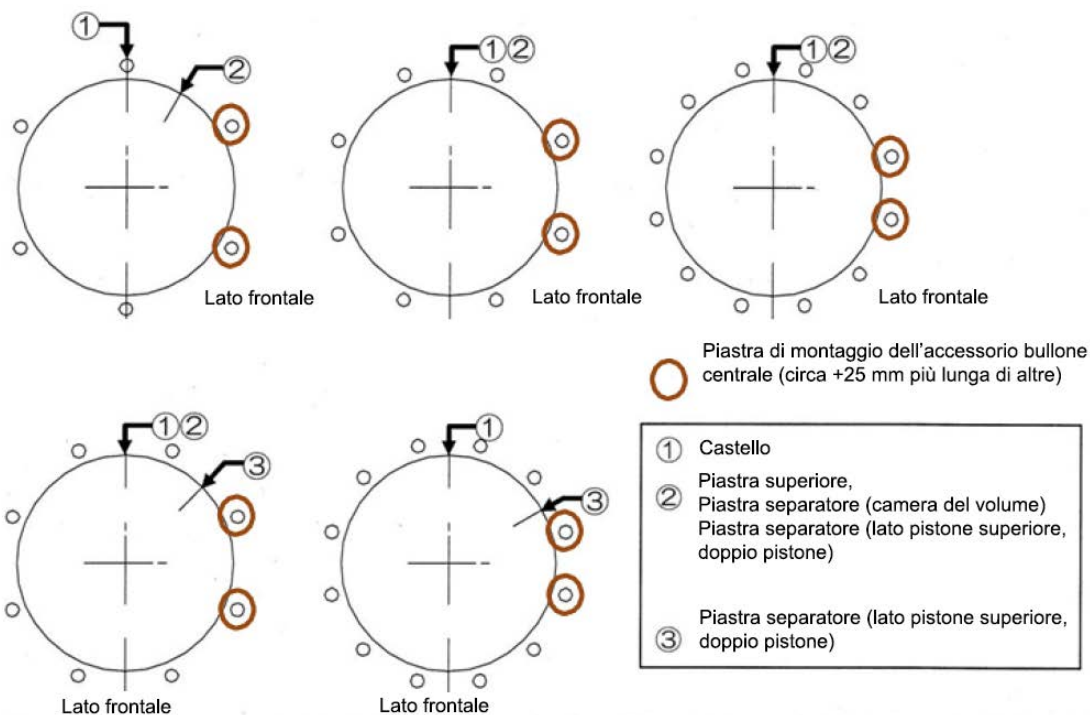

Figura 11 - Posizionamento del bullone centrale
10. Sostituire gli O-ring (21) e l'anello guida (16) con i componenti nuovi. Ricoprire l'O-ring e l'anello guida con grasso siliconico (o equivalente).
11. Sostituire il tubo del cilindro (14), la piastra del separatore (69), il tubo della camera del volume (70), la piastra superiore (17). Rivestire la superficie interna del tubo del cilindro con grasso siliconico (o equivalente).
12. Assicurarsi che le posizioni dei collegamenti dell'aria siano corrette. Inserire i bulloni centrali nei fori della piastra superiore e del castello. Montare le rondelle elastiche e i dadi e serrarli leggermente a mano. Montare a mano le rondelle elastiche e i dadi sul lato inferiore del castello. Assicurarsi che la posizione dei bulloni centrali (circa +25 mm più lunghi di altri) per la piastra di montaggio degli accessori, se in dotazione, sia conforme alla Figura 11.